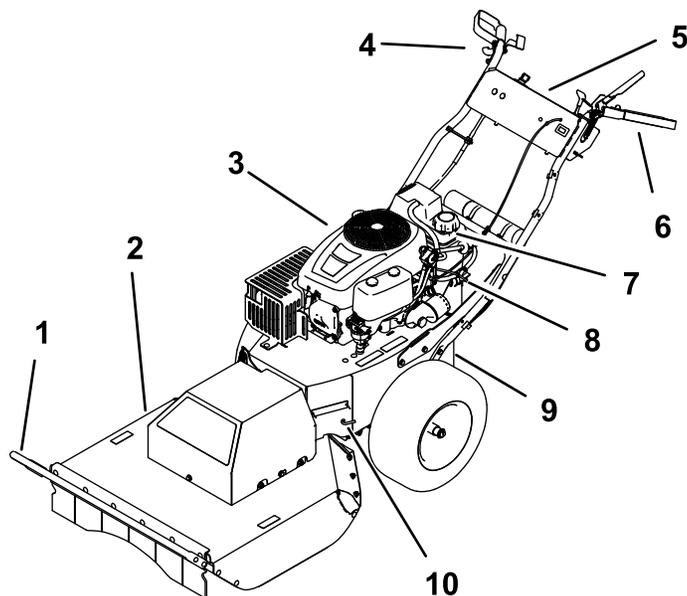
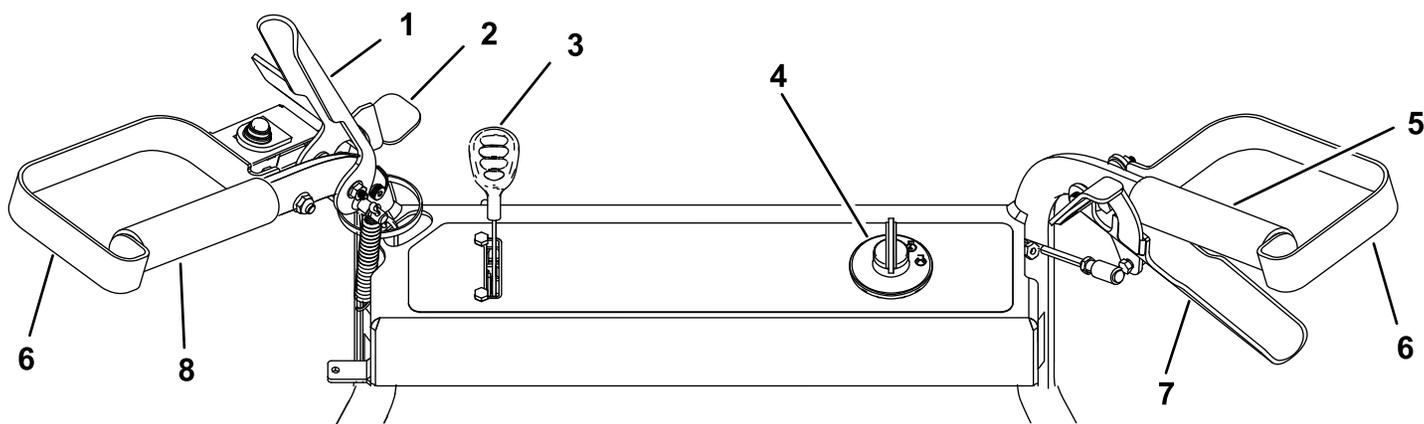

Рисунок 7
Рисунок 8
Прежде чем запустить двигатель и начать эксплуатацию машины, ознакомьтесь с функциями всех органов управления (Рисунок 7 и Рисунок 8).
3. Очистите области вокруг крышки топливного бака и снимите ее (Рисунок 7).